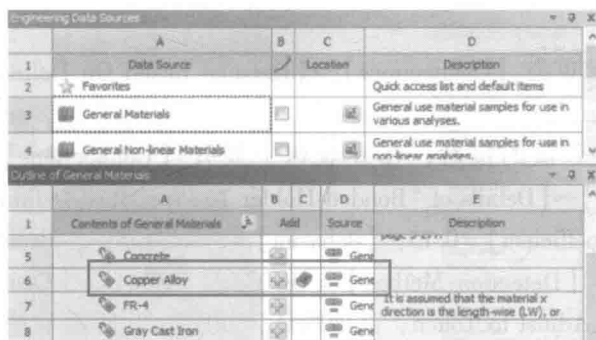

图 1-18 创建材料
(1) 编辑工程数据单元，右键单击【Engineering Data】→【Edit】。
(2) 在工程数据属性中增加材料，在 Workbench 的工具栏上单击  工程材料源库，此时的界面主显示【Engineering Data Sources】和【Outline of Favorites】。选择 A3 栏【General materials】，从【Outline of General materials】里查找铜合金【Copper Alloy】材料，然后单击【Outline of General Material】表中的添加按钮 ，此时在 C6 栏中显示标示 ，表明材料添加成功，如图 1-18 所示。